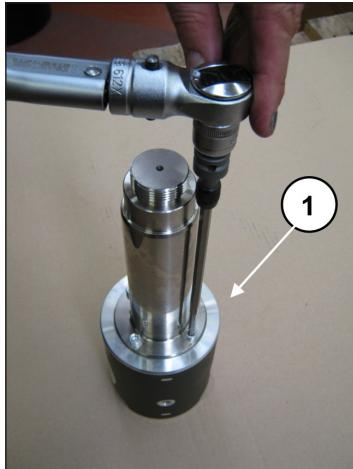

Fig. 43
Pour désassembler la tige du guide de piston, dévisser les vis à tête cylindrique M6 à l'aide d'une clé appropriée (rep. ①, Fig. 43).